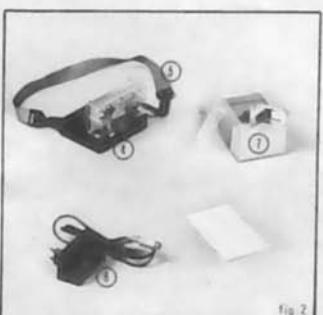

fig.2
- Le lecteur-émetteur infra-rouge reconnaissant à son lecteur de cartes marron surmonté d'un boîtier émetteur transparent et accompagné de 2 piles alcalines 9V type 6F22. Il transmet par signaux infra-rouges au mobile le code de la carte introduite (fig.2 - rep.4)
- Le jeu de 75 cartes de commande en plastique à perforer avec 1 planche d'étiquettes auto-collantes vierges et une perforatrice (fig.2 - rep.7)
- La sangle amovible "mains libres" à fixer au lecteur (fig.2 - rep.5)
- Le chargeur de batterie : boîte noire munie d'une prise secteur et d'un cordon de connexion au mobile (fig.2 - rep.6)
- Connectez le chargeur (fig.2 - rep.6) au réseau 220V/ 50 Hz et à la prise type DIN du mobile (fig.10 - rep. 18) en respectant l'ergot de positionnement.